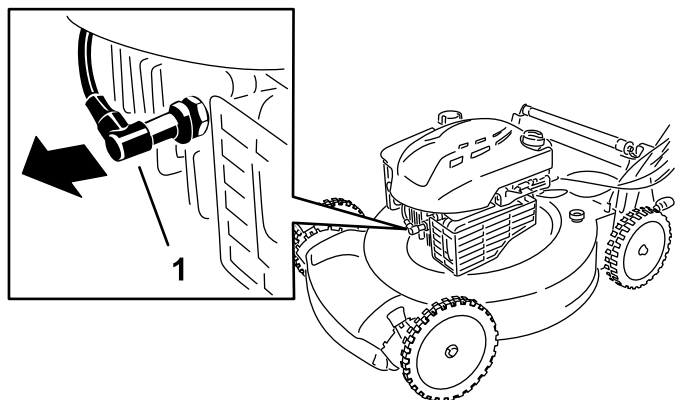

Figura 23
2. Scollegate il cappellotto dalla candela (Figura 23).